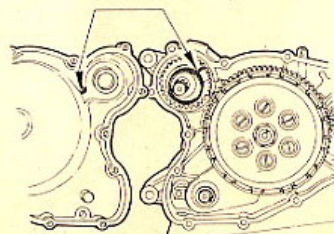

FIG. 47 Montaggio gruppo avviamento
- 22) Montare il gruppo avviamento curando di innestare l'ancoraggio della molla sul mozzo del coperchio (fig. 47).